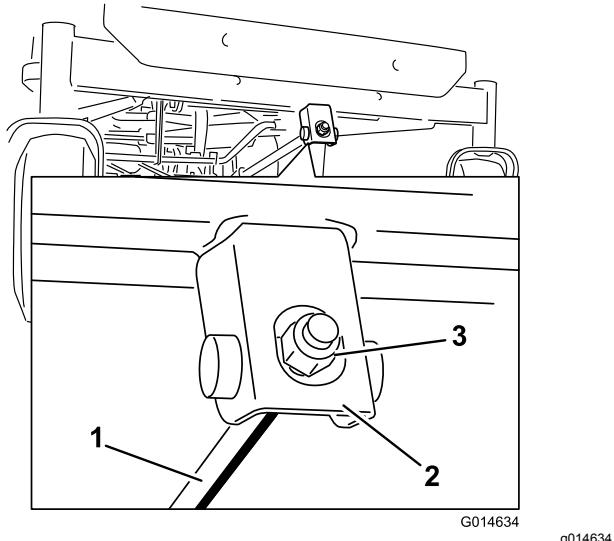

Figure 57
- 6. Pour régler l'inclinaison avant/arrière des lames, tournez l'écrou de réglage à l'avant du tablier de coupe (Figure 57).